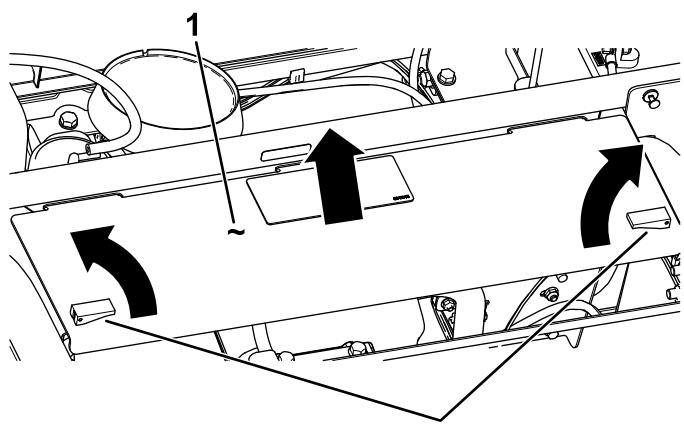

Bild 7
3. Heben Sie die Hebel der Abdeckungsplatte an und entfernen die Abdeckungsplatte, um an die Öffnung für den Alarm in der Hinterrahmenplatte zu gelangen (Bild 7).